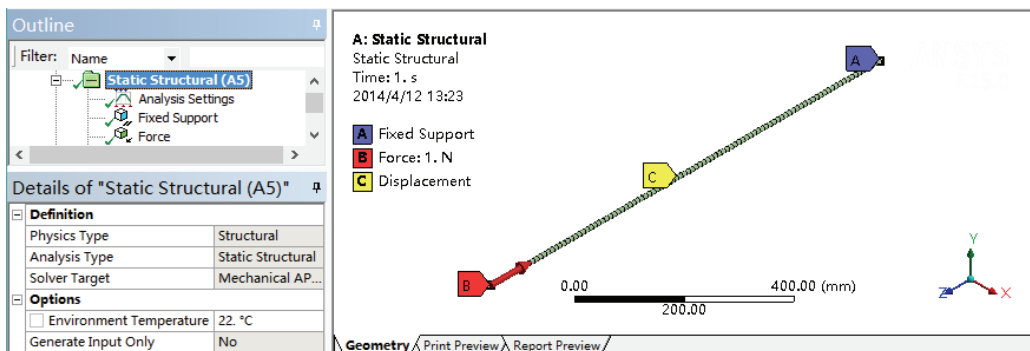

图 9-11 边界条件示意图
8) 选择 Mechanical 界面左侧 Outline 树结构图中的 Static Structural (A5) 选项, 查看得到的边界条件如图 9-11 所示。